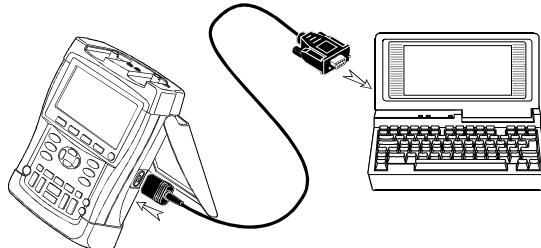

图 36. 连接串行打印机
- 光电隔离的 RS-232 适配器 / 电缆 (PM9080, 可选) , 借以将串行打印机连接到测试仪的 OPTICAL PORT 处。(参见图 36)。